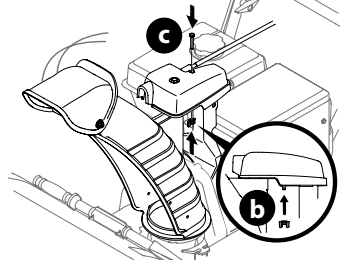

Figure 32
4. Retenez la tête de la commande avec le boulon (c) et l'écrou papillon (b) retirés à l'étape 1. Voir (Figure 32).